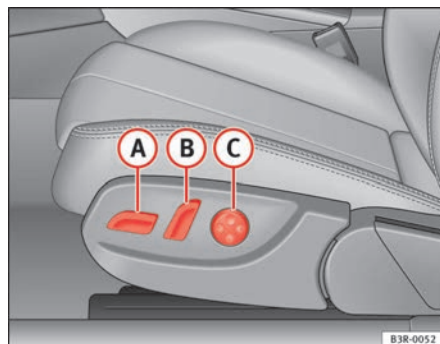
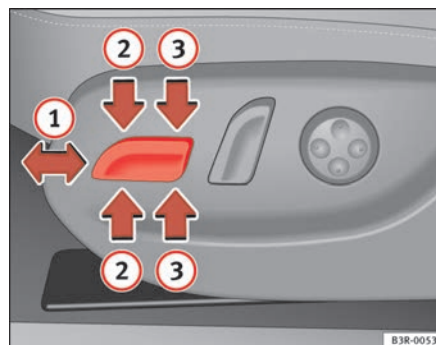

Fig. 105 Sedile anteriore
Fig. 106 Sedile anteriore
- Spingere l'interruttore (A ⇒ fig. 105) in avanti o indietro (1 ⇒ fig. 106 ⇒ ⚠).